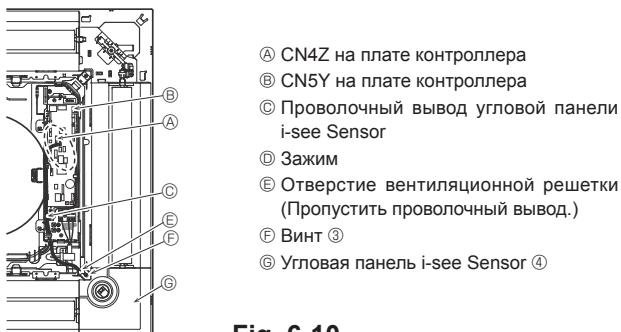

Fig. 6-10
6.4.6. Установка угловой панели i-see Sensor (Fig. 6-10)
- Проложите разъем проволочного вывода (белого цвета, 4 полюсный и белого цвета, 5 полюсный) угловой панели i-see Sensor ④ со стороны распределительного щита на главном приборе и подсоедините разъем CN4Z и CN5Y на плате контроллера.